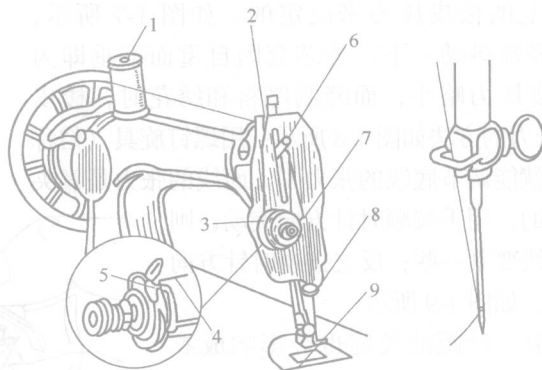

图 1-5 穿面线
(6) 穿面线 用右手拨动上轮，使针杆升至最高位置。穿面线的操作方法如图 1-5 所示，从线轴 1 中抽出线头，经过面板左上角的过线孔 2，从外向内绕进夹线器 3 的两片夹线板中间，